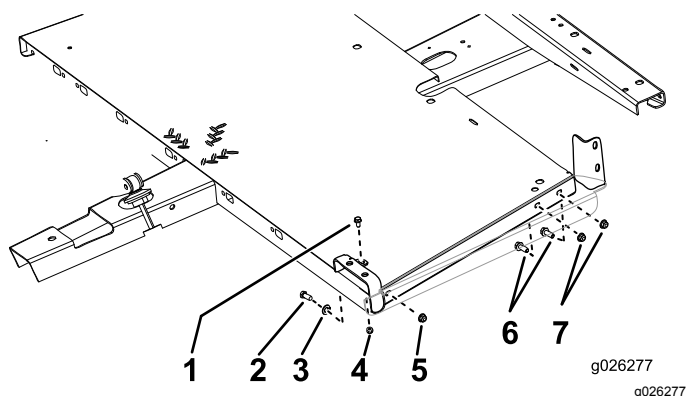

Figura 3
1. Fissate i pianali al telaio come illustrato in Figura 3.